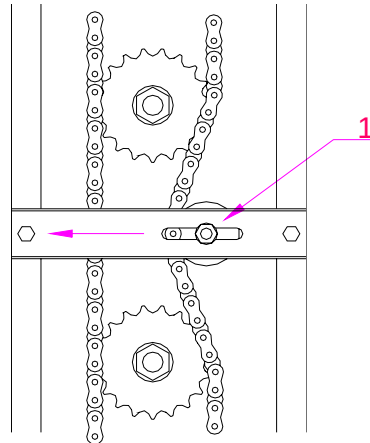

Fig.9
- svitare leggermente la vite (1) Fig 9 e spostare il tenditore a fianco, ricollegare il tenditore premendo la vite (1) quando la catena è allungata.